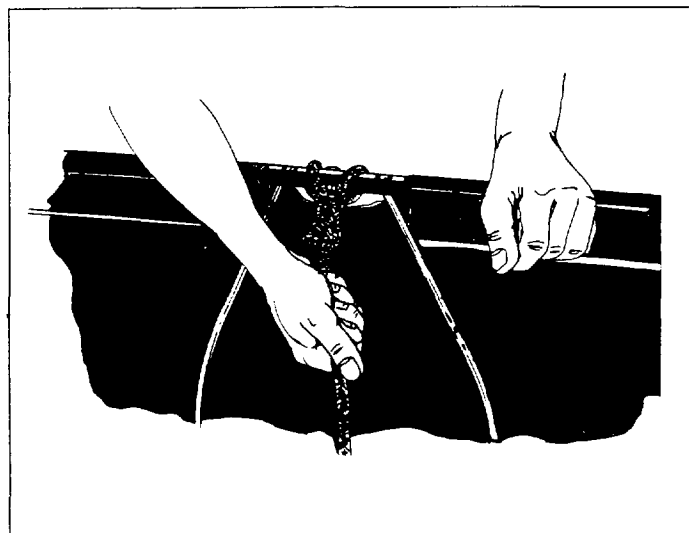

Fig. 26
16. Fixez la corde sur la partie centrale supérieure du cadre du réservoir, comme le montre la figure 26.